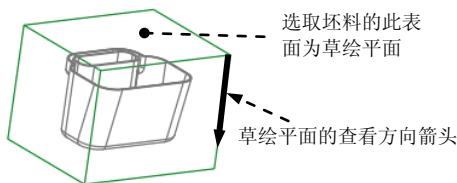

图 4.9 设置草绘平面
(1) 定义“束子”特征的轮廓。
① 在“裙边曲面”对话框中双击 **ShutOff Ext (关闭延伸)** 元素。
② 系统弹出 **▼ SHUTOFF EXT (关闭延伸)** 菜单，选择该菜单中的 **Boundary (边界)** → **Sketch (草绘)** 命令。
③ 设置草绘平面。在 **▼ SETUP SK PLN (设置草绘平面)** 菜单中选择 **Setup New (新设置)** 命令，选择图 4.9 所示的坯料表面为草绘平面；选择 **Okay (确定)** 命令，接受该图中的箭头方向为草绘平面的查看方向（单击 **Flip (反向)** 按钮，调整箭头方向如图 4.9 所示）；在“草绘视图”菜单中选择 **Default (默认)** 命令。